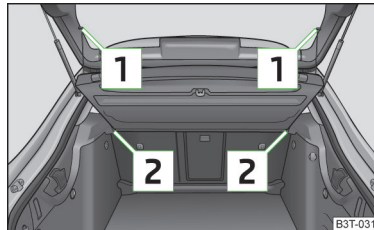

Abb. 103
- Die Haltebänder **1** » Abb. 103 von der Gepäckraumklappe aushängen.
- Die Gepäckraumabdeckung in die Halterungen **2** » Abb. 103 einschieben.